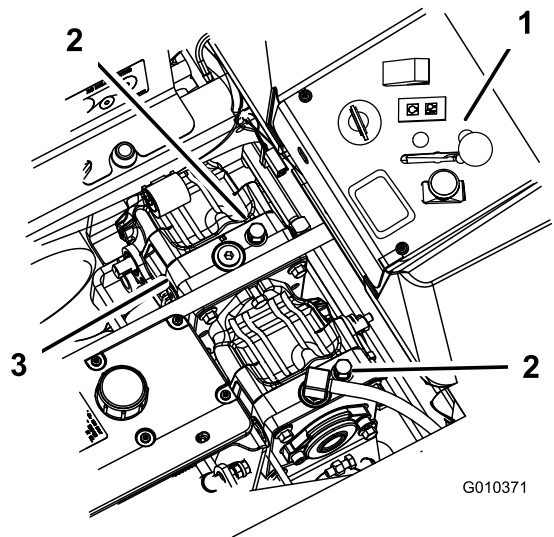

Figure 31
2. Tournez les vannes de dérivation d'un tour dans le sens anti-horaire pour pousser la machine. Cela permet au liquide hydraulique de contourner la pompe et aux roues de tourner (Figure 31).
Tournez les vannes de dérivation d'un tour dans le sens horaire pour conduire la machine (Figure 31).